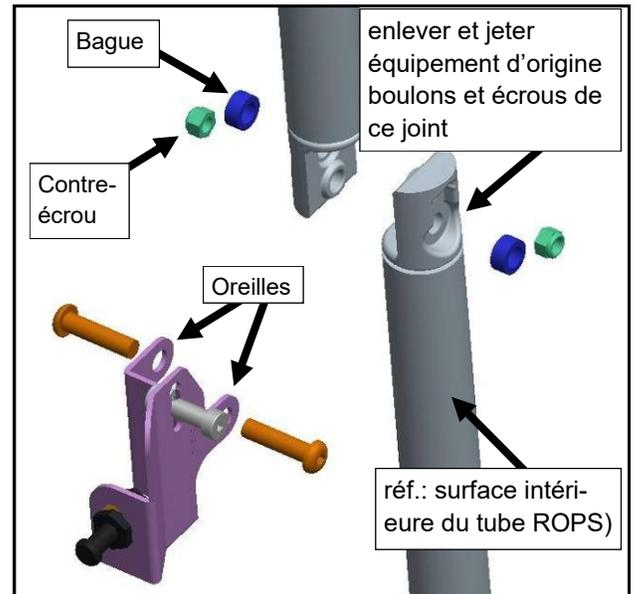

Fig. 1.7 (vue du côté du conducteur depuis le siège du conducteur)
1.7 Retirer et jeter les deux boulons et écrous d'équipement d'origine du tube avant ROPS (Roll-Over Protective Structure), comme le montre la figure 1.7. De nouveaux boulons, écrous et buissons d'acier sont fournis. Préparez le matériel suivant : deux boulons de tête à boutons de 3/8-16 x 1-3/4 po de long, deux buissons d'acier et deux locknuts (3/8-16). Par figure 1.7, orientez et installez la monture avant du côté conducteur comme suit : les buissons d'acier doivent être installés dans la cavité extérieure supérieure et la cavité intérieure inférieure. Ceux-ci sont de combler les vides et de soutenir les oreilles sur la monture avant. Voir fig. 1.7.1 pour une vue complète de cet assemblage. Installez les nouvelles noix dans les cavités ouvertes. Installez les nouveaux boulons à travers les oreilles de la monture avant, à travers les buissons d'acier, à travers le tube ROPS et engagez-vous dans chacun des locknuts.